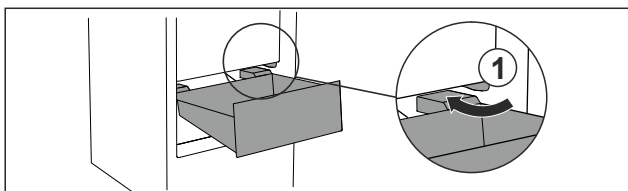

Fig. 72
- Lirka låda snett kring stoppklackarna Fig. 72 (1).